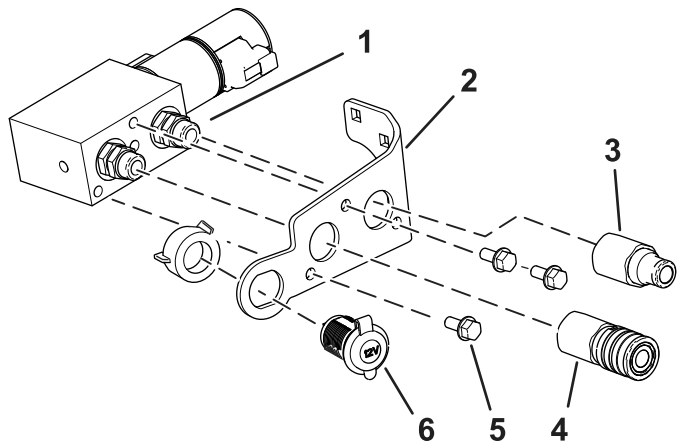

Рисунок 1
1. Подсоедините штыревые и гнездовые гидравлические разъемы к коллектору (Рисунок 1).
2. Отверните пластмассовую гайку и используйте ее для подсоединения разъема питания 12 В к кронштейну (Рисунок 1).
3. Установите кронштейн на коллектор при помощи 3 болтов (5/16 x 3/4 дюйма); см. Рисунок 1.